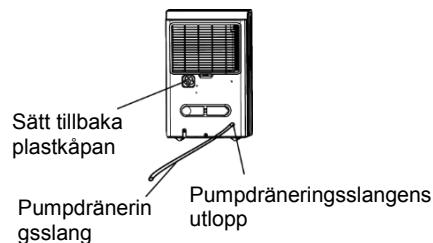

Fig. 11
- Ta bort den kontinuerliga dräneringsslängen från enheten och installera plastkåpan till den kontinuerliga dräneringsslängens utlopp på enheten genom att skruva medurs. (Se fig. 11)
- Sätt tillbaka pumpdräneringsslängen i pumpdräneringsslängens utlopp med ett djup på minst 15 mm (Se Fig. 11) och led sedan vattenslängen till golvbrunnen eller en lämplig dräneringsanläggning.